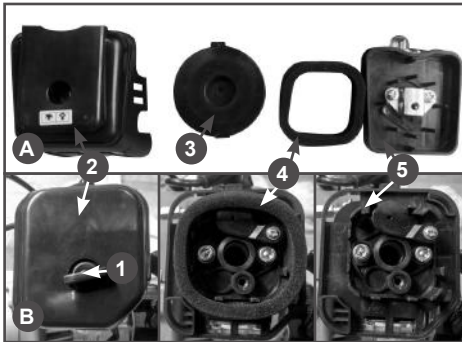

Рис. 14 Конструкция воздушного фильтра
1. Открутите винт 1 крепления крышки 2 воздушного фильтра и снимите ее (Рис. 14).
- Очистите от загрязнений крышки и опору 5 воздушного фильтра (Рис. 14).